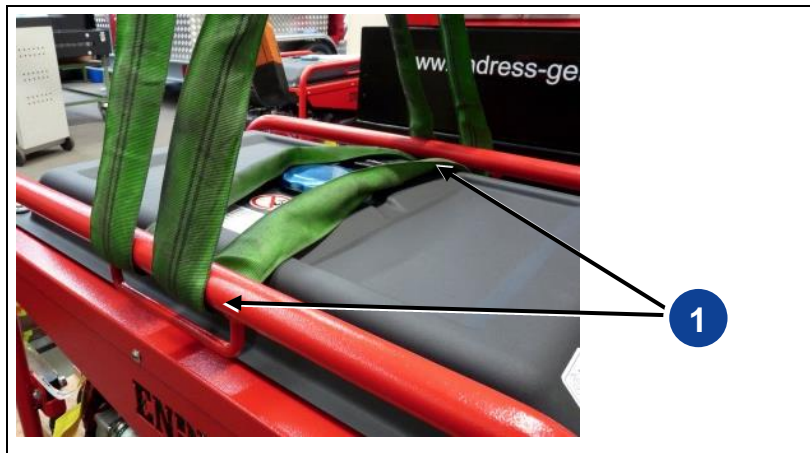

Fig. 4-1: Installation sangle de suspension
Pour le chargement avec un dispositif de levage, n'utilisez que des moyens appropriés pouvant passer par l'étrier sur le dessus du châssis (voir Fig. 4-1). C'est le seul moyen de pouvoir suspendre le groupe électrogène à l'horizontale et de le sécuriser pour ne pas qu'il glisse sur les côtés.
1. Passez une sangle de suspension adaptée par l'étrier prévu à cet effet (Fig. 4-1-(1)) sur le dessus du châssis.